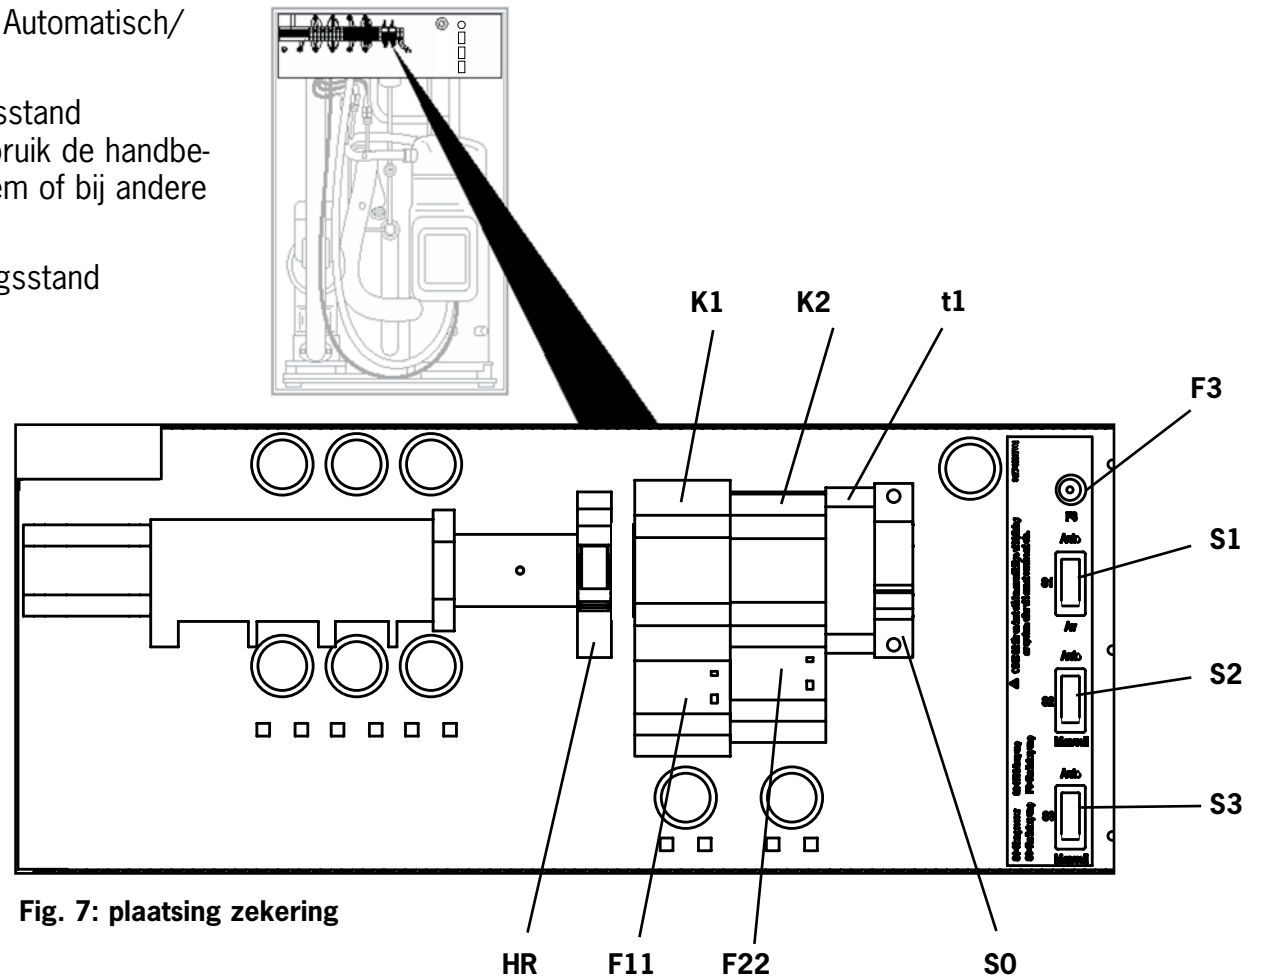

Fig. 7: plaatsing zekering
Als de bediening wordt onderbroken, moet de warmtepomp eerst worden gereset met de resetknop “R” (4) (zie fig. 7).